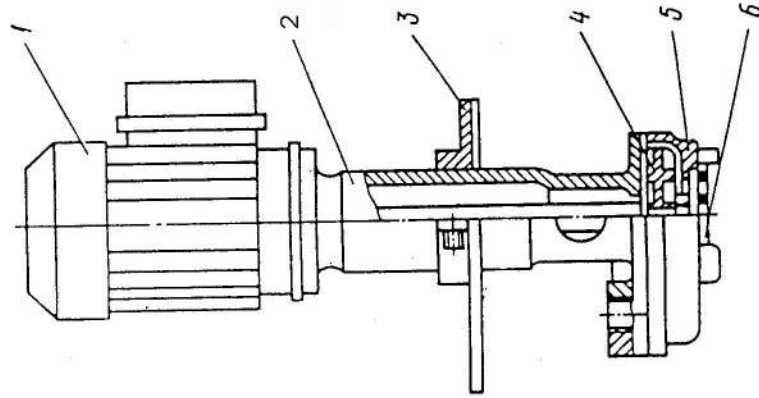

Рис.2. Устройство электронасоса:
5.1 Устройство электронасоса показано на рис. 2.